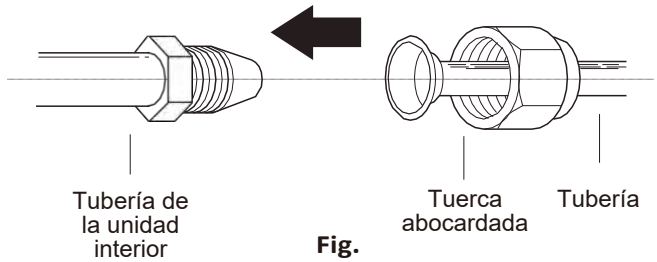

Fig. 5.7
1. Alinee el centro de las dos tuberías que va a conectar. Vea la Fig. 5.7